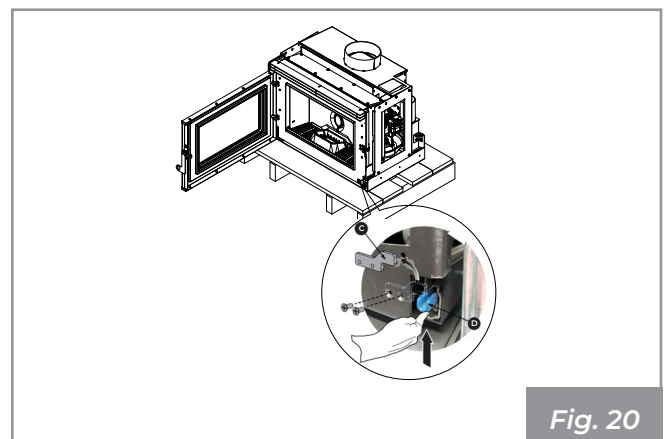

Fig. 20
- Retirer l'étrier de sécurité (**C**) en dévissant les vis de fixation. Soulever le levier (**D**) pour déverrouiller la glissière. (**Fig.20**)